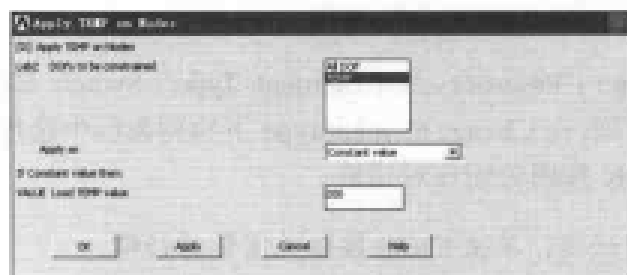

图 13-8 施加温度载荷对话框
(1) 选择 Main Menu | Solution | Analysis Type | New Analysis 命令, 出现 New Analysis 对话框, 选择分析类型为 Static, 单击 OK 按钮关闭该对话框。
(2) 选择 Utility Menu | Select | Entities 命令, 出现 Select Entities 对话框。在第 1 个下拉列表框中选择 Lines 选项, 在第 2 个下拉列表框中选择 By Num/Pick 选项, 在第 3 个选项组中选中 From Full 单选按钮, 单击 OK 按钮, 出现 Select lines 菜单, 在文本框中输入 4, 单击 OK 按钮关闭该菜单。
(3) 选择 Utility Menu | Select | Entities 命令, 出现 Select Entities 对话框。在第 1 个下拉列表框中选择 Nodes 选项, 在第 2 个下拉列表框中选择 Attached to 选项, 在第 3 个选项组中选中 Lines_all 单选按钮, 在第 4 个选项组中选中 From Full 单选按钮, 单击 OK 按钮关闭该对话框。
(4) 选择 Main Menu | Solution | Define Loads | Apply | Thermal | Temperature | On Nodes 命令, 出现 Apply TEMP on Nodes 菜单, 单击 pick all 按钮, 出现 Apply TEMP on Nodes 对话框。参照图 13-8 对其进行设置, 单击 OK 按钮关闭该对话框。